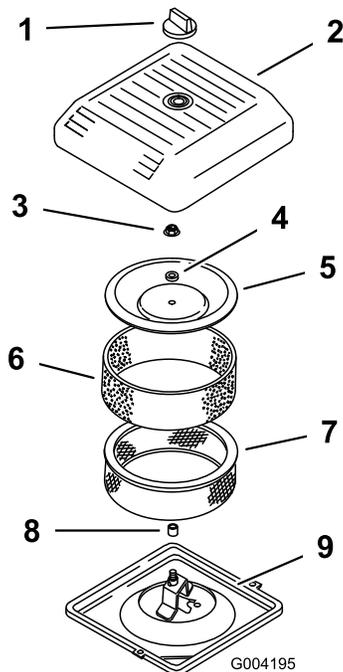

Bild 14
2. Schrauben Sie das Handrad los und entfernen Sie die Luftfilterabdeckung (Bild 14).
3. Schieben Sie den Schaumvorfilter vorsichtig vom Papiereinsatz herunter (Bild 14).
4. Schrauben Sie die Abdeckungsmutter ab und nehmen Sie die Abdeckung und den Papiereinsatz ab (Bild 14).
2. Schieben Sie den Luftfilter auf das Luftfilterunterteil (Bild 14).
3. Setzen Sie die Abdeckung und das Distanzstück auf und befestigen Sie sie mit der Flügelmutter (Bild 14). Ziehen Sie die Schraube mit 10,7 Nm an.
4. Setzen Sie die Luftfilterabdeckung ein und befestigen Sie sie mit dem Handrad (Bild 14).